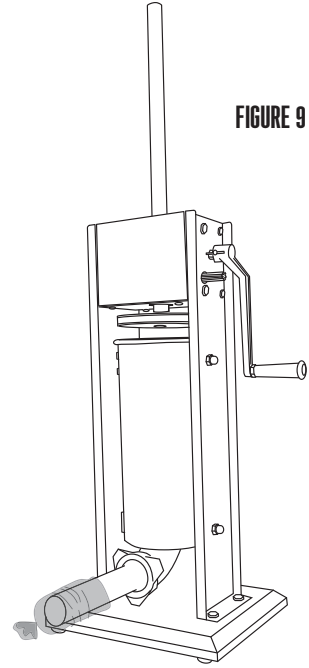

FIGURE 9
6. Glissez l'enveloppe sur l'extrémité de l'entonnoir de bourrage jusqu'à ce que l'enveloppe entière soit passée sur l'entonnoir (FIGURE 9).